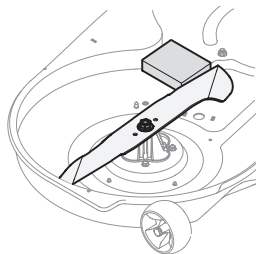

Figure 35
2. Placez un morceau de bois entre le boîtier du plateau de coupe et la lame de coupe pour empêcher tout mouvement. Voir Figure 35.
3. Retirez l'écrou qui fixe la lame à la fusée. Voir Figure 35.
3. Placez un morceau de bois entre le boîtier du plateau de coupe et la lame de coupe pour empêcher tout mouvement. Voir Figure 35.